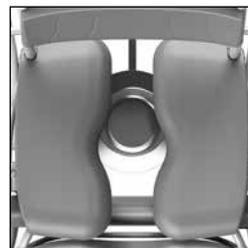

Figure 13 Bassin hygiénique en acier inoxydable de Lopital, à l'arrière.
- Lors de l'utilisation du bassin hygiénique en acier inoxydable ou le seau hygiénique, le bassin hygiénique peut être placé dans deux positions sous l'assise. A l'avant de l'assise (Cf. figure 12) ou à l'arrière de l'assise (Cf. figure 13).